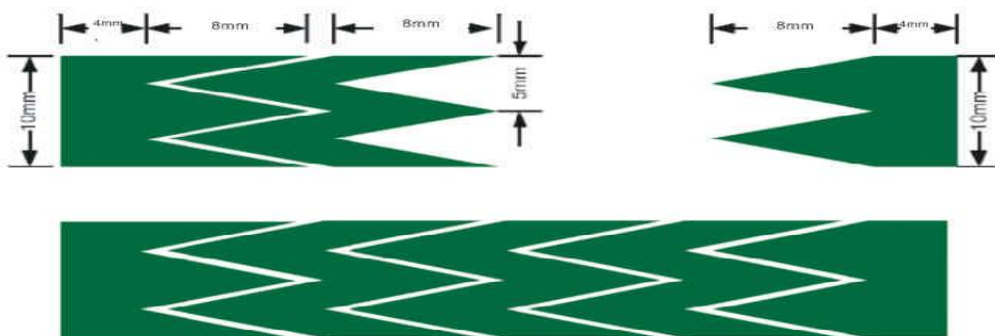

图 11:触摸滑条的几何图形和尺寸
10.2.2 触摸感应滚轮的感应单元的形状如图 11，感应单元之间的间隙为 0.2-0.5mm,滚轮内外直径分别为 18mm、36mm，可根据面板设计要求,按比例适当缩放滚轮尺寸。